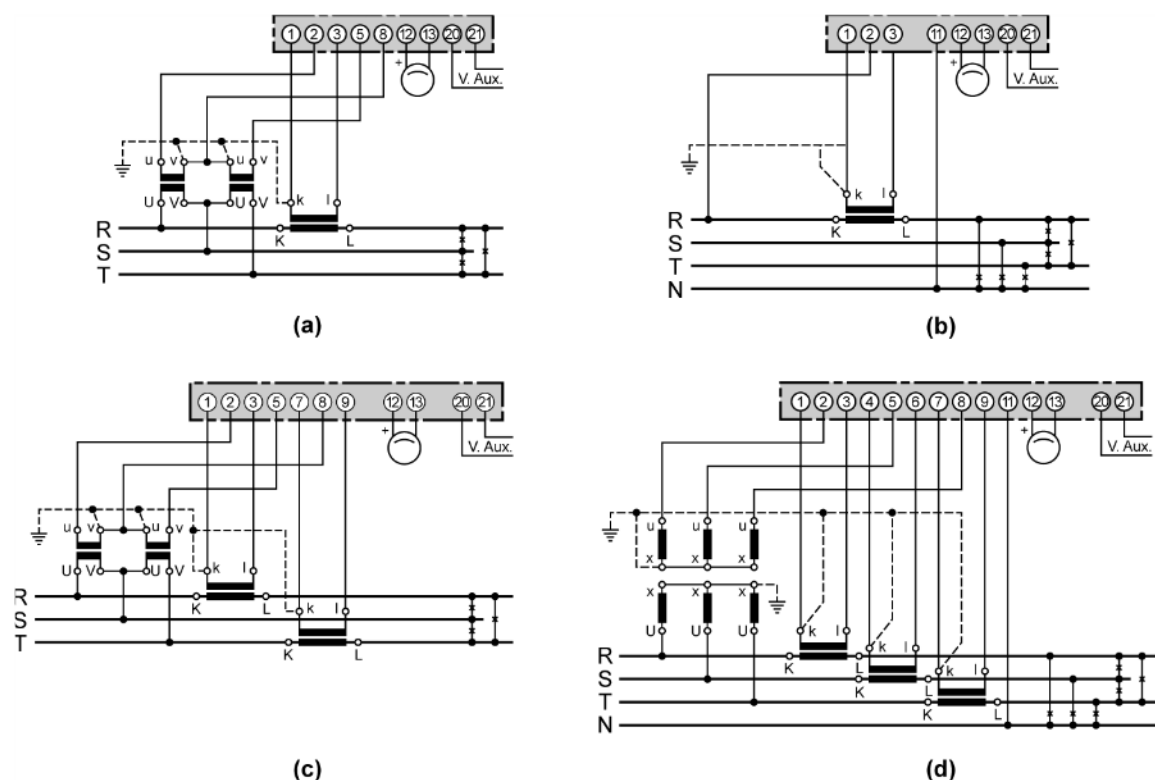

Figure 10.16 – Branchement d'un transducteur Enerdis en monophasé ou triphasé, équilibré ou non.
10.3.3 Où et comment installer un transducteur (figure 10.16) ?